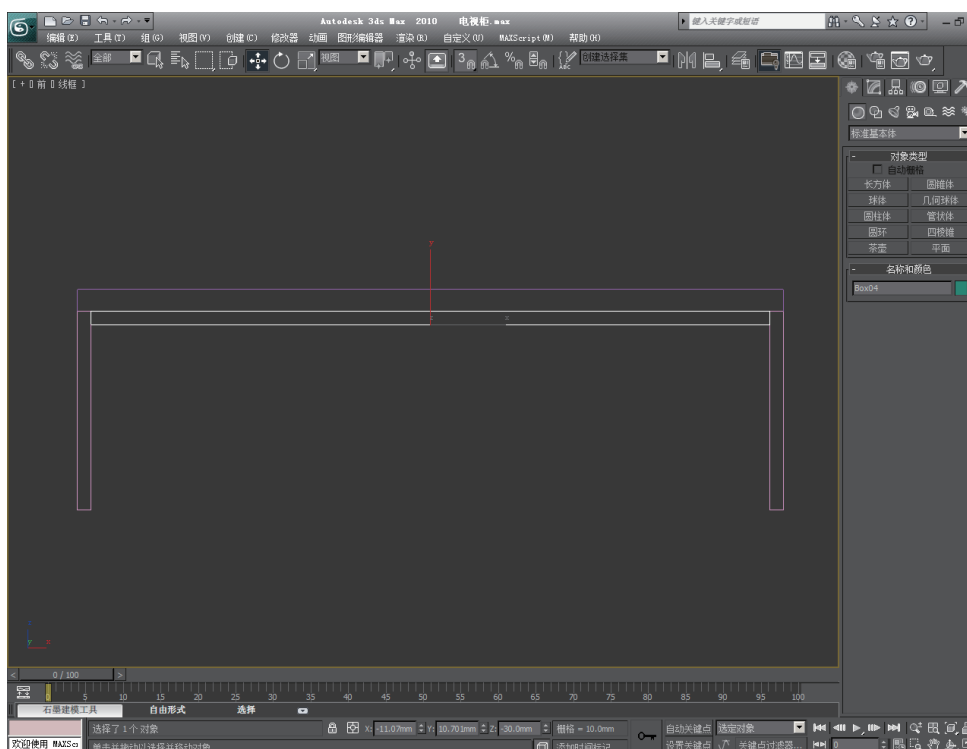

图2-18 在前视图中对齐挡板
(2) 在前视图中将挡板对齐到桌面的下方，如图2-18所示。
(3) 确认挡板处于选中状态，在“选择并移动”图标上右击，弹出“移动变换输入”对话框，